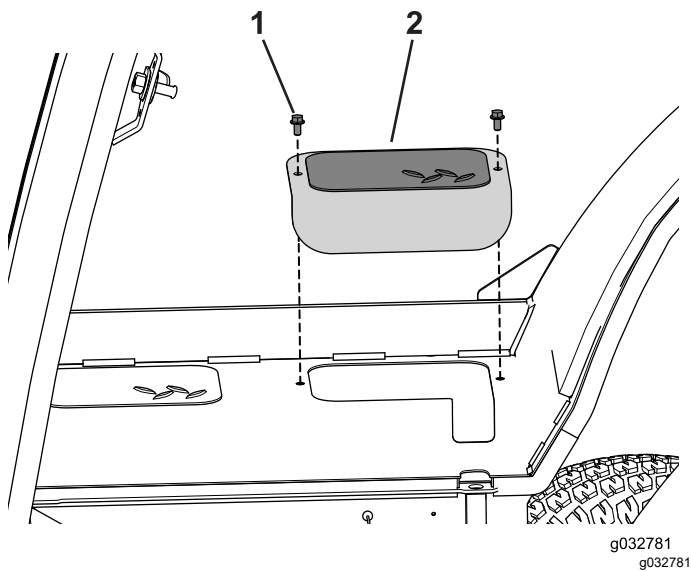

Figure 66
- 1. Retirez les 2 boulons qui fixent le couvercle d'accès de chaque côté de la machine et mettez-les de côté (Figure 66).
7. Enlevez la barre de levage et reposez le couvercle d'accès que vous avez mis de côté auparavant (Figure 66).